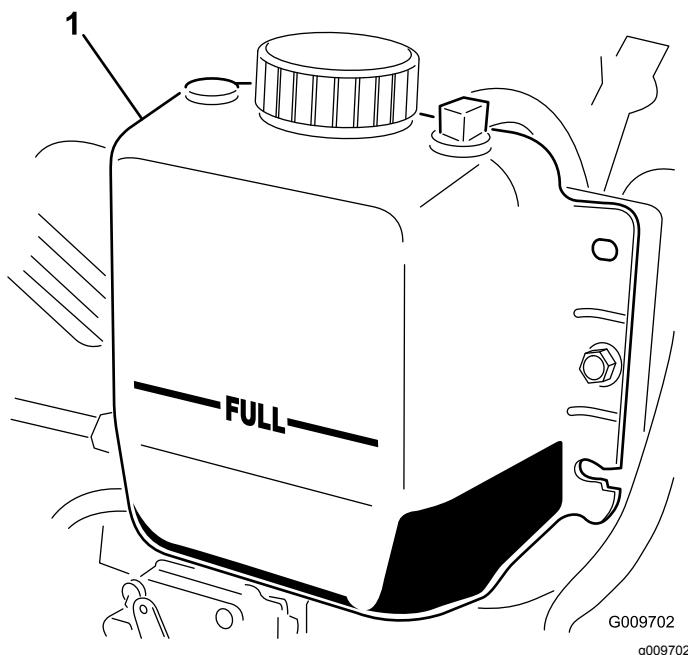

Figure 63
2. Vérifiez le niveau du liquide de refroidissement dans le radiateur. Le radiateur doit être rempli jusqu'en haut du goulot de remplissage et le vase d'expansion jusqu'au repère MAXIMUM (Figure 63).